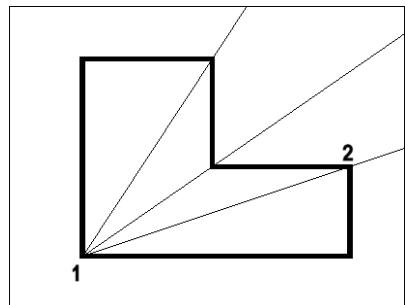

Fig.4.20
- ② Désigner le point de départ du rayon (point 1).
- ③ Spécifier le second point par lequel le rayon doit passer (point 2).
- ④ Définir les autres rayons souhaités. Tous les rayons passent obligatoirement par le premier point désigné.
- ⑤ Appuyer sur Entrée pour terminer l'opération (fig.4.20).